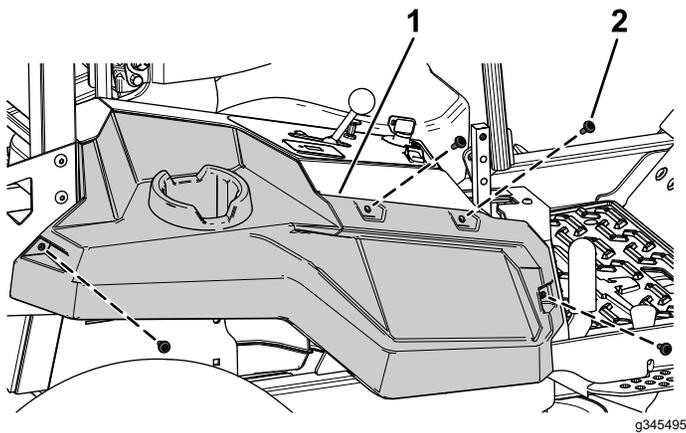

Bild 4
1. Entfernen Sie die vier Ansatzschrauben, mit denen die rechte Seitenverkleidung befestigt ist (Bild 4).
2. Entfernen Sie die rechte Seitenverkleidung (Bild 4).
Befestigen Sie die rechte Seitenverkleidung mit den zuvor entfernten vier Ansatzschrauben (Bild 4).